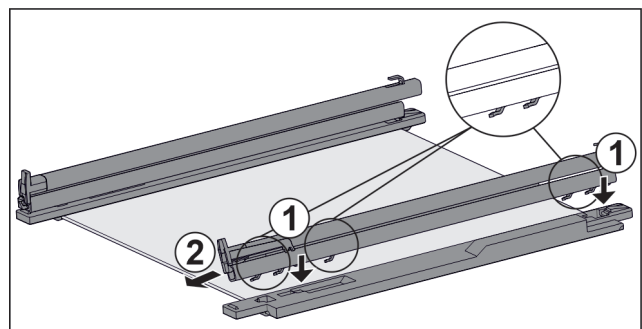

Fig. 110 Стъклена плоча с релси и задържащи части
- ▶ Поставете куките на релсата върху отворите на лявата задържаща част. Fig. 110 (1)
- ▶ Издърпайте релсата напред. Fig. 110 (2)
- ▶ Поставете куките на релсата върху отворите на дясната задържаща част. Fig. 110 (1)